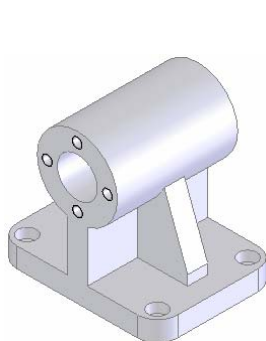

图 12-6 插入基座后的视图
⑥ 设置视图方向。单击“标准视图”工具栏中的“等轴测”图标, 将视图以等轴测方向显示, 结果如图 12-6 所示。